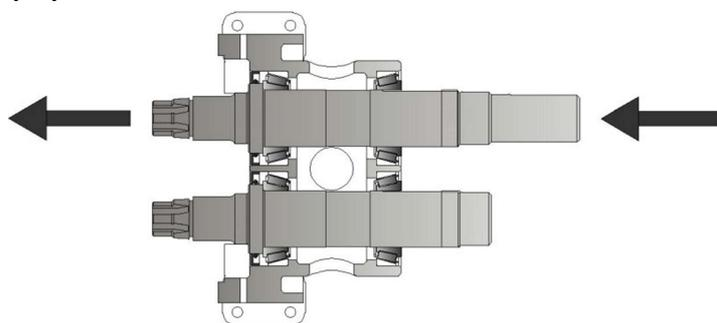

Figure 33 – Démontage des arbres
- Démontez le logement du rotor (6.7 Logement du rotor), vidanger l'huile par le bouchon de vidange (14) et retirer le couvercle du réducteur (11).
- Courber vers le bas les languettes des rondelles à languette (7) qui bloquent les écrous d'engrenage (8).
- Avant de desserrer les écrous d'engrenage (8) bloquer les rotors sur l'arbre en utilisant le bloc en plastique fourni à cet effet. Desserrer les écrous d'engrenage (8) en utilisant une clé tricoise.
- Retirer des arbres les écrous d'engrenage (8), les rondelles à languette (7), les engrenages (6) et les clavettes d'arbre d'entraînement (28).
**Remarque:** toutes les pompes de taille HP3 ont une deuxième rondelle à languette (7a) et un deuxième écrou d'engrenage (8a) entre les pignons (6) et les paliers arrière (4)
- En utilisant une petite presse ou un maillet souple, chasser les arbres (24 & 25) vers l'avant (côté logement du rotor) du logement de palier (1) (Figure 33). Cela expulsera les joints à huile avant (23).